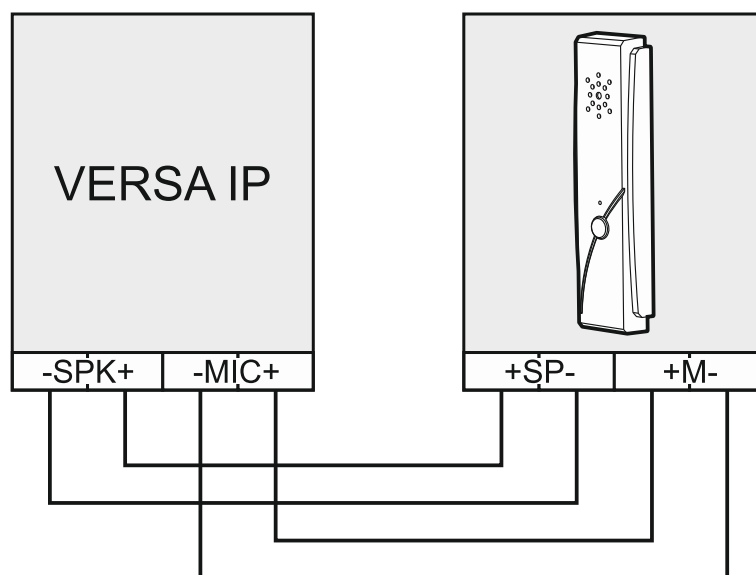

Рис. 22. Способ подключения терминала INT-AVT к прибору.
7. Клеммы терминала подключите к соответствующим клеммам приемно-контрольного прибора (см.: рис. 22).